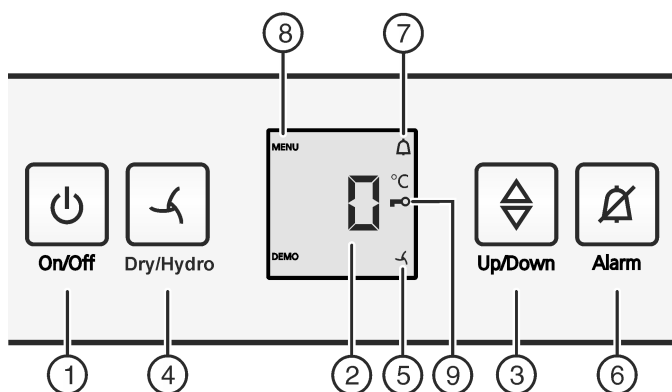

Fig. 2
- ▶ нажмите кнопку On/Off Fig. 2 (1).
- ▶ Активация режима настройки: удерживайте кнопку «Dry/Hydro» Fig. 2 (4) прибл. 6 секунд.
- ▷ Символ меню Fig. 2 (8) горит.
- ▶ Коротко нажмите кнопку Dry/Hydro Fig. 2 (4) для подтверждения.
- ▶ Для включения защиты от детей коротко нажмите кнопку Dry/Hydro Fig. 2 (4).
- ▷ Символ "Защита от детей" Fig. 2 (9) горит. На индикации мигает **c**.
- ▶ Для выключения защиты от детей коротко нажмите кнопку Dry/Hydro Fig. 2 (4).
- ▷ Символ защиты от детей Fig. 2 (9) гаснет. На индикации мигает **c**.
- ▶ Выход из режима настройки: Нажать кнопку "On/Off" Fig. 2 (1).
- ▶ Нажмите кнопку Alarm Fig. 2 (6).